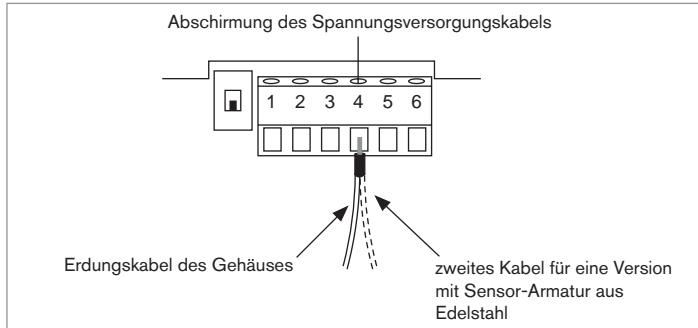

Bild 13: Klemmleiste für Erdungsanschluss
- Im Inneren des Gehäuses die Abschirmung des Spannungsversorgungskabels mit Klemme Nr. 4 der Klemmleiste der Elektronikplatine verbinden (*Bild 13*). Bei einer Version mit Edelstahlsensor kommt ein zweites Kabel vom Sensor.